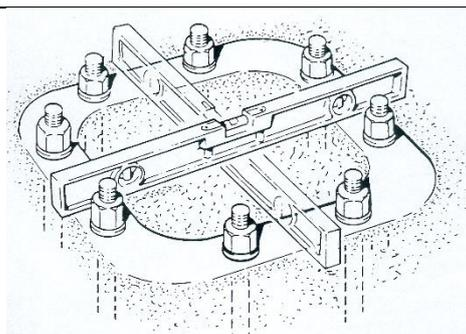

fig. 24
5. Livellare la cornice di fondazione possibilmente servendosi di una bolla e provvedere al riempimento e alla rasatura del plinto (fig. 24)